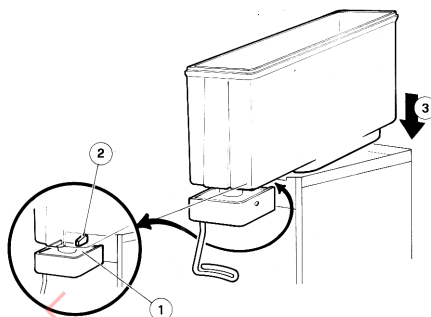

figura 8
CADDY 5/2 - 5/3 - 5/4: Asegurarse que el cuerpo del grifo (1) quede debajo del resalte (2) del plano recoge-gotas (ver figura 8).